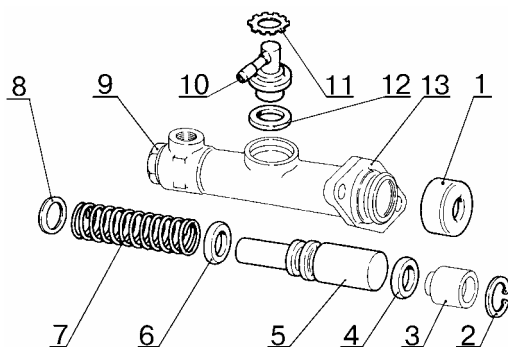

Рис.8.
- снять защитный колпачок 1, рис. 8, (отвертка плоская);